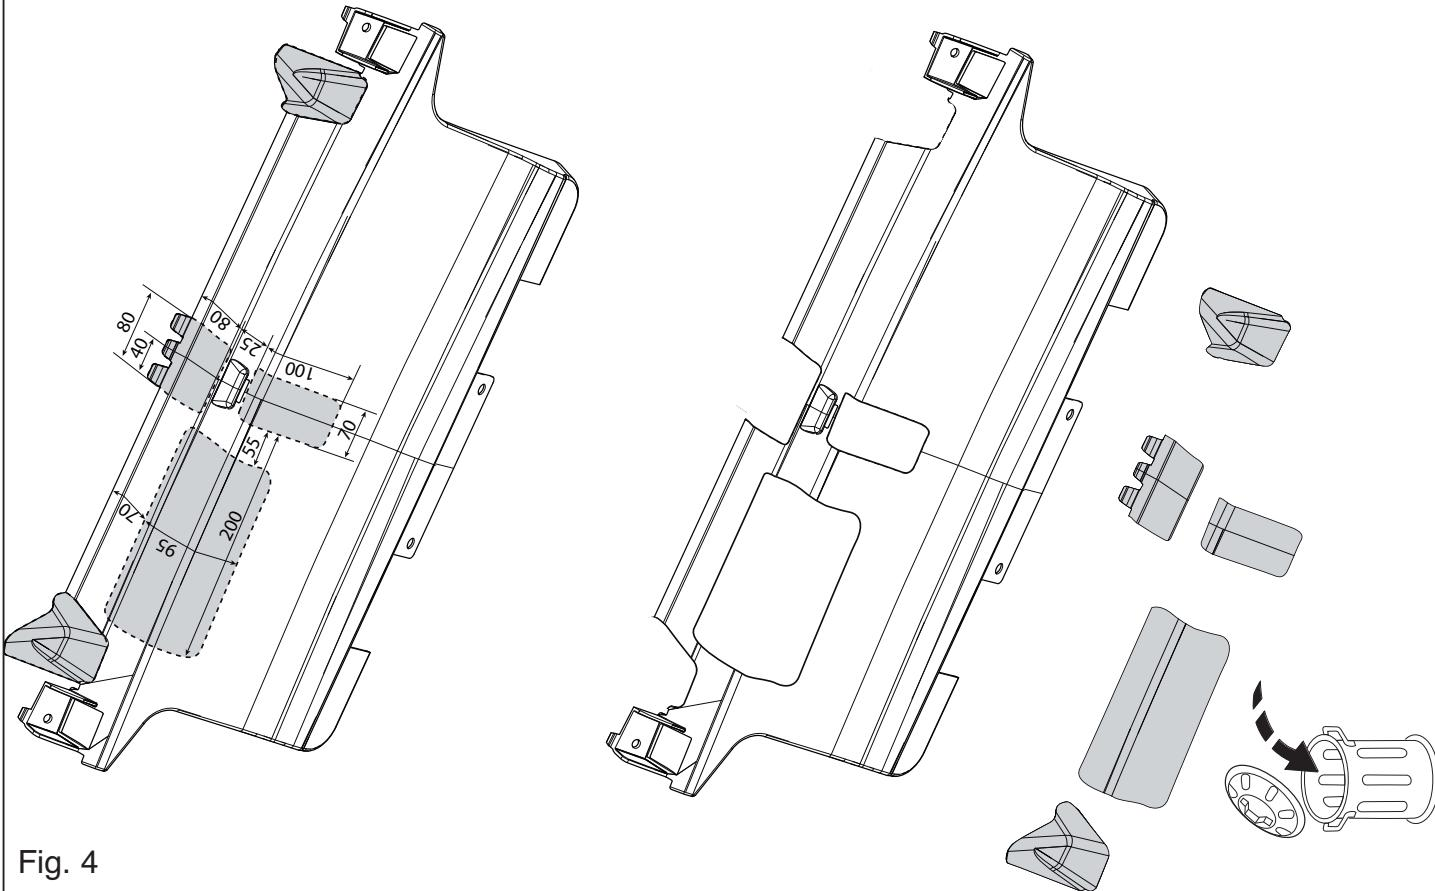

Fig. 4
11. Выпишите обозначенные части, как указано на рис. 4 и 5.